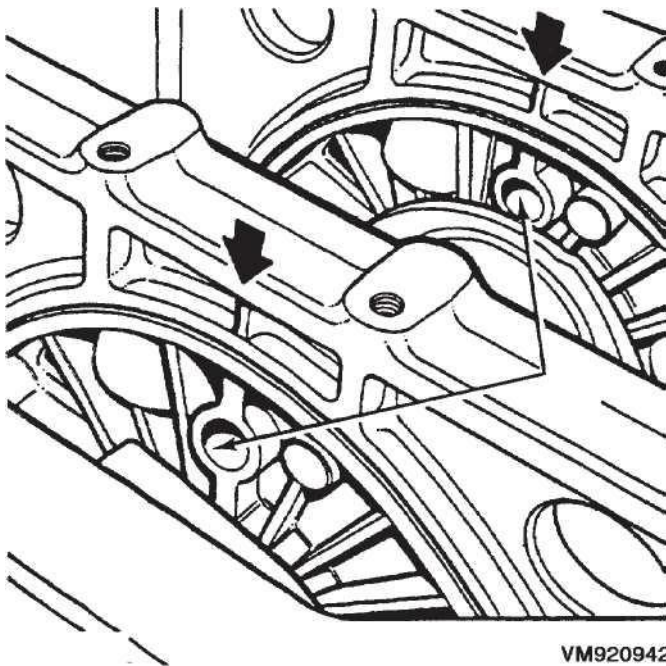

Рис. 114 Коренной подшипник SupportAlignment
(6) Полностью уберите картер и нефтяные проходы и удар, сухой со сжатым воздухом.
(7) Установите новые втулки коренного подшипника в каждую из половин перевозчика. Соберите перевозчиков к шейкам коленчатого вала, гарантировав, что перевозчики устанавливаются в их исходных местоположениях. Защитите каждого перевозчика с двумя болтами, напрягающимися равномерно к 44 N-m (32 фута lbs.).
(8) Двигайте специальный инструмент VM.1004 по шестерне коленчатого вала и, вставьте коленчатый вал и поддерживайте сборку в картер, таким же образом используемый для демонтажа.
(9) Выровняйте отверстия в более низких подержках с центром сетей картера (Рис. 114).